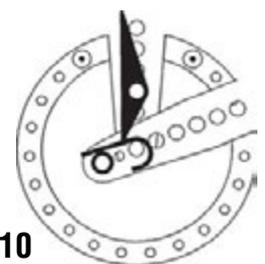

Figure 10
- Étape 7 La pièce à travailler étant retenue bien serrée contre la goupille d'attelage longue (n° 1) et centrée autant que possible, effectuez un cintrage à angle droit. Voir la **Figure 10**.